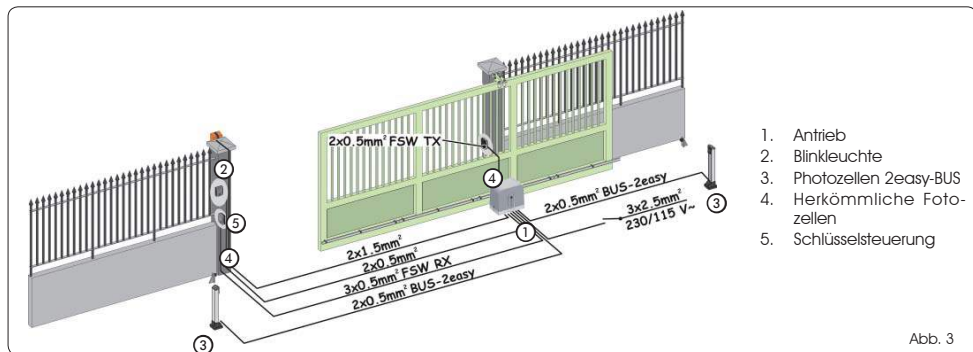

Abb. 3
4. Die Stromkabel für den Anschluss an das Zubehör und an die Stromversorgung gemäß Abb. 3 vorbereiten.